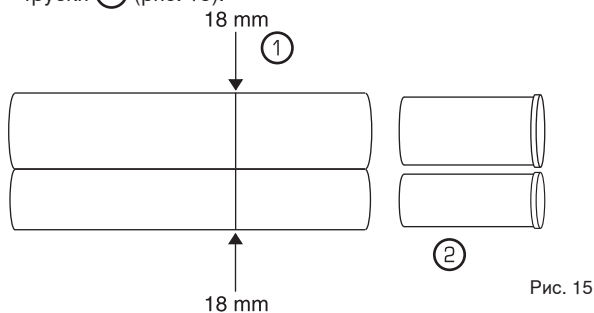

Рис. 15
4. **Положите** каждую трубку как указано на схеме. ① Используйте ручку или маркер, чтобы отметить линии на трубках (по стрелкам). Вставьте втулки в соответствующие трубки ② (рис. 15).